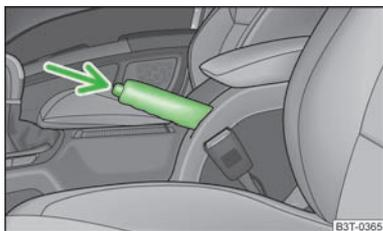

Fig. 116
- Tirare leggermente verso l'alto la leva del freno a mano e **contemporaneamente** premere il pulsante di blocco » fig. 116.